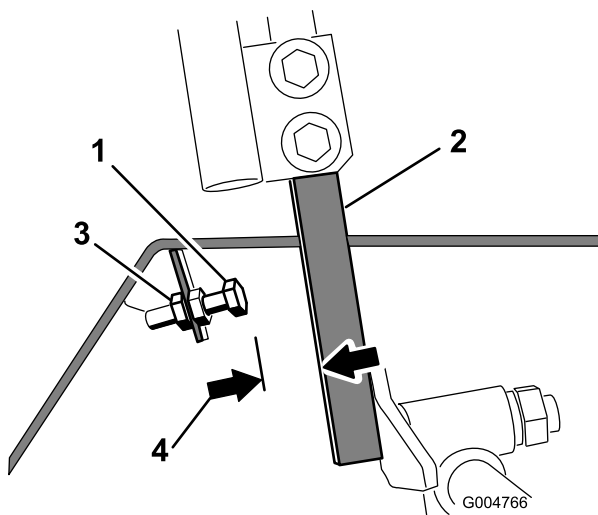

Bild 65
4. Lösen Sie für einen der Fahrtriebshebel die Klemmmutter an der Anschlagsschraube (Bild 65).